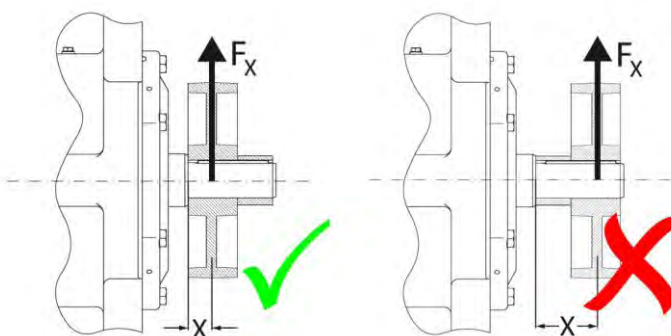

Fig. 33: Allineamento: a sinistra giusto, a destra sbagliato
12. Per evitare elevate forze trasversali non consentite, assemblare ruote dentate o rocchetti per catene conf a Fig. 33.